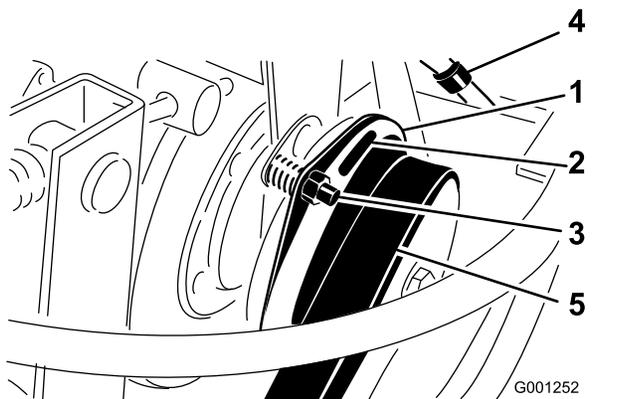

図 76
3. クラッチのライニングと摩擦プレートとの間のギャップを 0.38mm のすきまゲージが通れるように調整する 図 76。
注 調整ナットを右に回すと隙間が小さくなる 図 76。整備時の隙間の最大値は 0.76mm である。3 か所すべてでエアギャップの調整を行う。